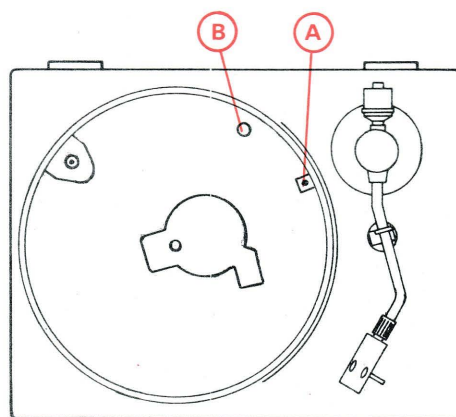

Fig. 12
- 5°) Dans le cas contraire, déposer le plateau (voir chapitre III § A), puis régler en (A) (fig. 12) la hauteur du lève-bras, en procédant par essais successifs.
- 3°) Débrancher le cordon secteur, puis retirer le couvre-plateau. Régler ensuite en (B) (fig. 12 et 14) par une fenêtre du plateau le déplacement angulaire de la plaque support du micro-contacteur. (2 versions de réglage sont possibles.)